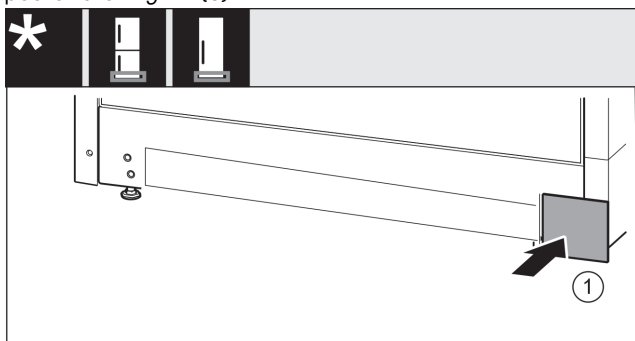

Fig. 15
- ▶ Poggiare nuovamente la copertura sull'altro lato. Fig. 15 (1)